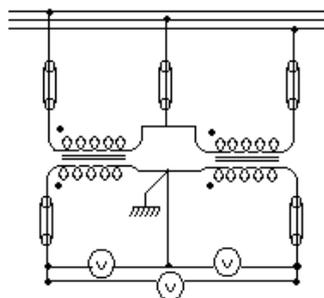

Figura 51
C) Dos transformadores monofásicos, montaje en V, para formar un sistema trifásico de medición, para alimentación de voltímetros, vatímetros, contadores, etc. según la disposición de figura 51. Los devanados deben estar a 60° .